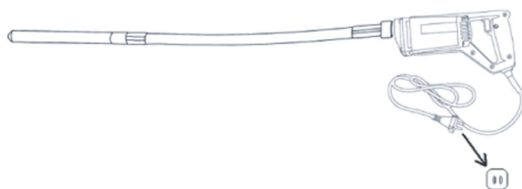

Figura 6: Conecte o cabo na tomada.
4. Pressione o botão de travamento (5) no punho do motor para utilizar o aparelho. Caso seja necessário utilizar o vibrador por muito tempo, você pode pressionar também o botão interruptor de acionamento (6), conforme a figura 6 abaixo: